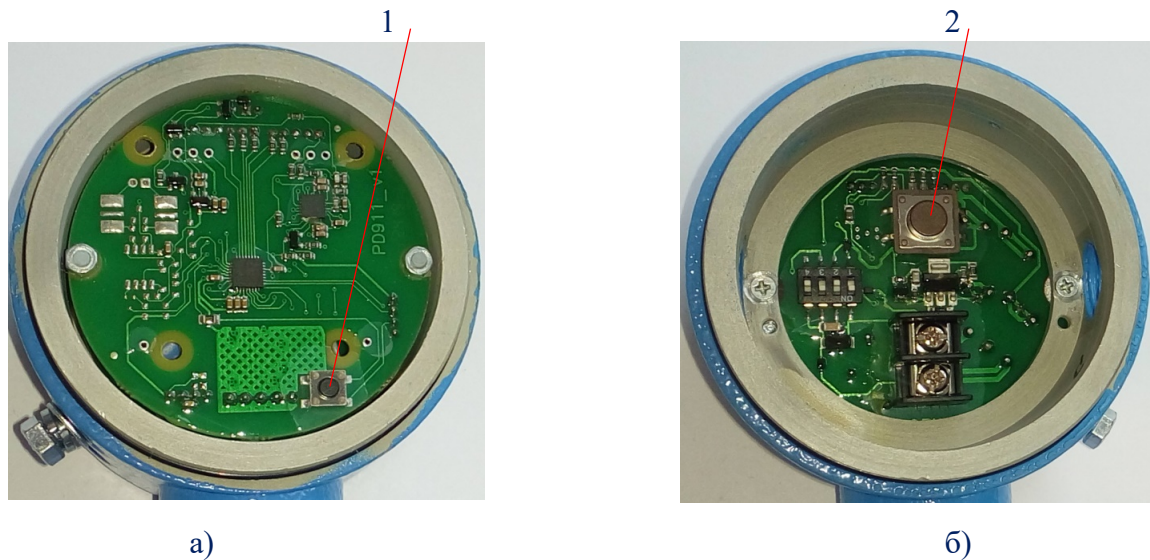

Рисунок 7 – Загальний вигляд та місце розташування апаратних кнопок «ЗАХИСТ» (1) та «КАЛІБРУВАННЯ» (2) на прикладі перетворювача модифікації ПД-1-МН- _ _ _ _ _
7.7 **Функція захисту** перетворювача від несанкціонованої зміни його параметрів реалізована за допомогою **кнопки «ЗАХИСТ»**, яка розташована на платі з лицьового боку перетворювач (Рисунок 7-а). Внесення змін або запис параметрів перетворювача можливі тільки після натискання цієї кнопки, доступ до якої захищений опломбованою підприємством-виробником кришкою.
Кнопка «КАЛІБРУВАННЯ» розташована на електромонтажній платі перетворювача з боку клемної колодки (Рисунок 7-б).